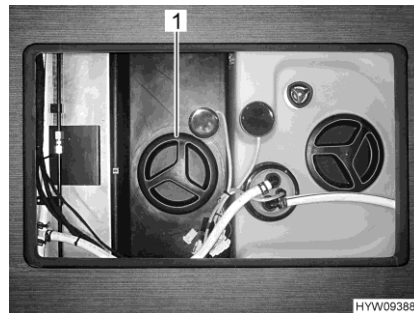

Bild 226 Reinigungsöffnung (Abwassertank)
- Reinigungsöffnung (Bild 226,1) am Abwassertank und den Ablasshahn öffnen.